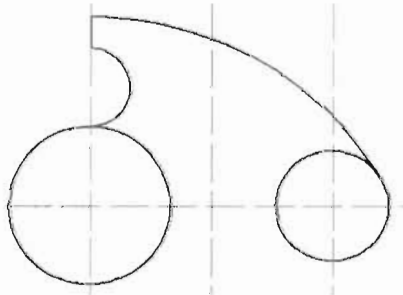

图 3-96
(10) 选中直径为 35 的圆形, 然后按键盘上的 Delete 键将其删除, 单击“绘图”工具栏中的“直线”按钮, 连接两条圆弧的端点, 如图 3-96 所示。